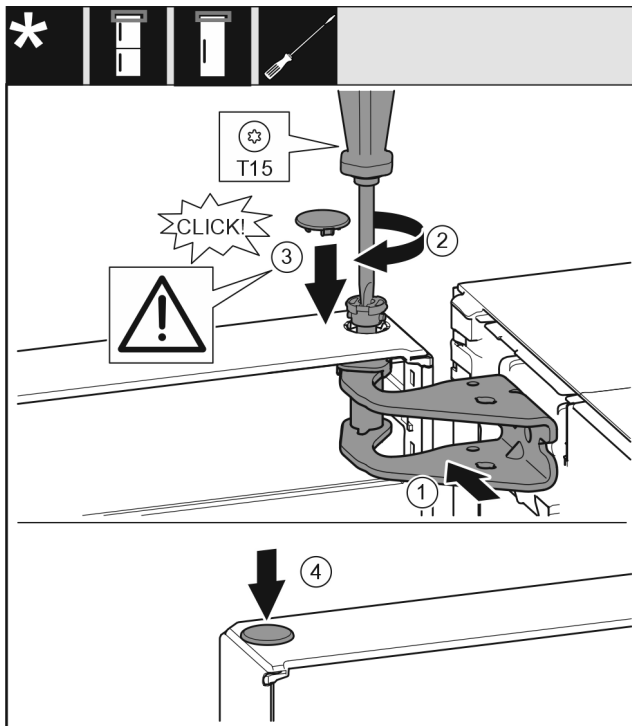

Fig. 53
- Aligner la porte en haut sur l'ouverture du support de palier Fig. 53 (1).
- Insérer l'axe Fig. 53 (2) et le serrer avec un tournevis.
- Installer le couvercle Fig. 53 (3).
- Vérifier que le couvercle Fig. 53 (3) repose bien sur la porte.
- Installer le couvercle Fig. 53 (4).